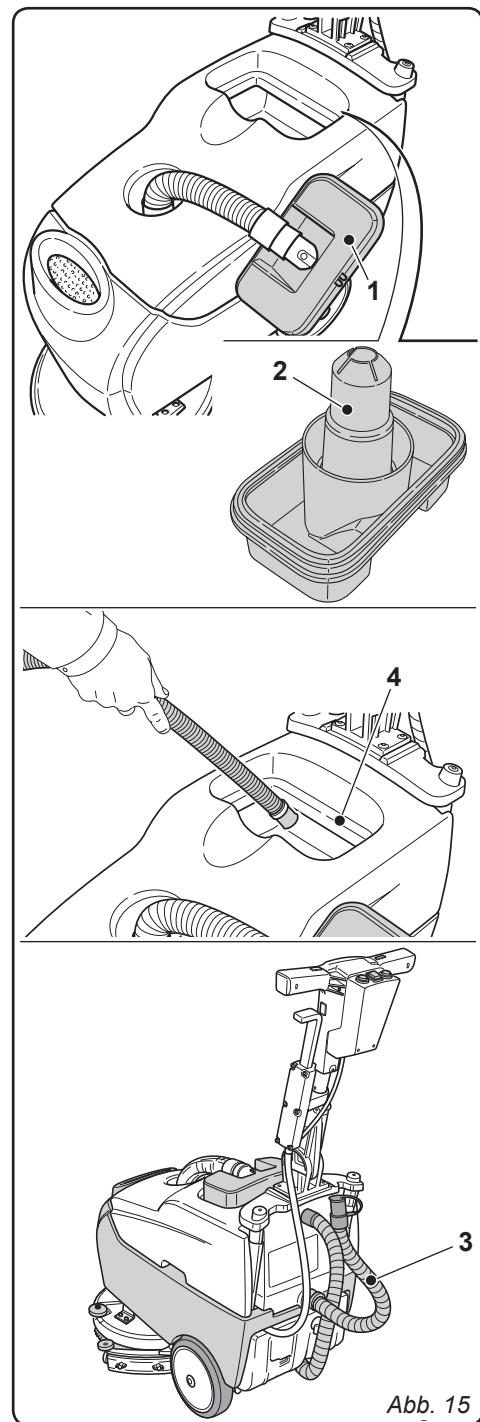

Abb. 15
11.1.b - Reinigung des Schmutzwasser tanks (Abb. 15)